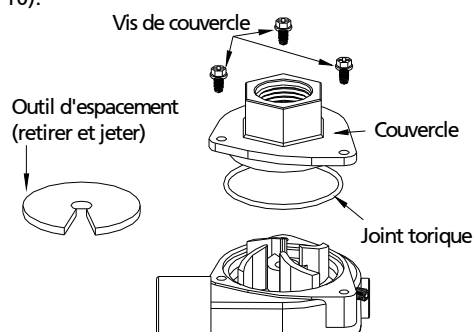

Figure 10
13. Appliquer une mince couche d'huile au nouveau joint torique (Réf.No.8), puis installer le nouveau joint torique sur le couvercle (voir figure 10).
14. Aligner le couvercle avec le boîtier et le fixer au couvercle en utilisant les trois vis du couvercle (Réf.No.7) (voir figure 10).